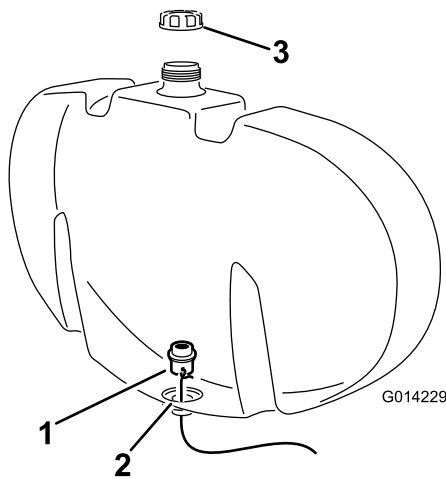

Рисунок 7
прозрачная прокладка плотно прилегла к внутренней стенке промывочного бака (Рисунок 7).
- E. Используя провод в качестве направляющего приспособления, установите переходной штуцер в отверстие на дне бака (Рисунок 7).